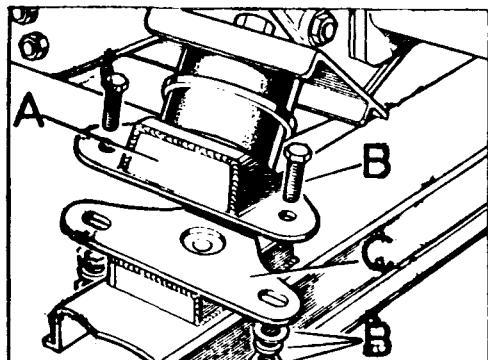

Fig. C-18 Soportes traseros de las cajas de velocidades
- 1.7. Soltar los elementos de fijación, B (Fig. C-18) de los dos soportes de apoyo - traseros, A, del conjunto.